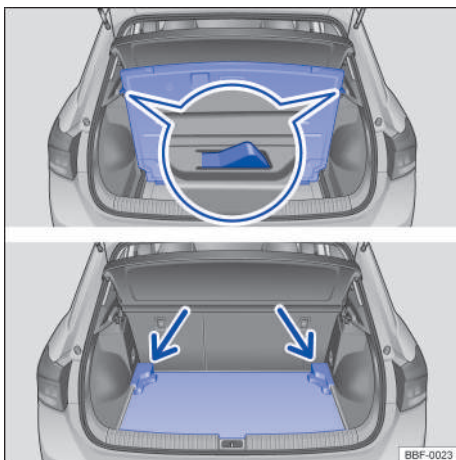

Fig. 146 En el maletero: regular la altura del piso del maletero.
- Levantar el piso del maletero y empujar hacia atrás tirando de las guías en los costados del maletero → fig. 146 **A**.
- Levantar el piso del maletero y empujar hacia abajo, hacia la guía → fig. 146 **B** (flechas).